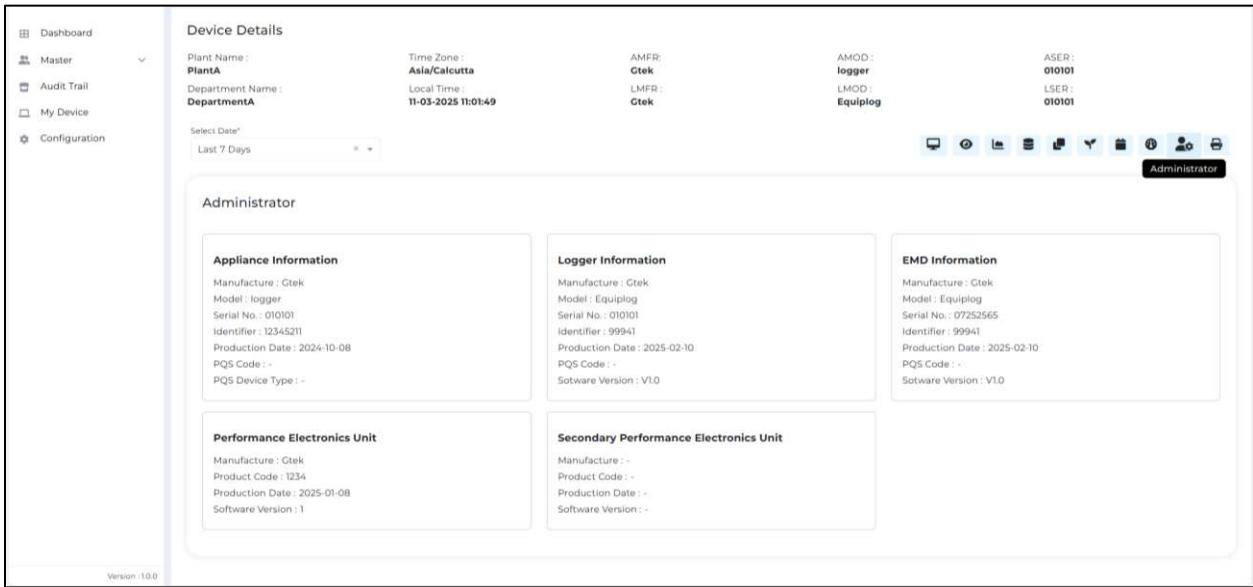

Figura 56 Panel de datos del administrador del dispositivo seleccionado
- El panel de datos del administrador muestra información del administrador, dispositivo, registrador, EMD y unidad compresora, como se muestra en la Figura 56.